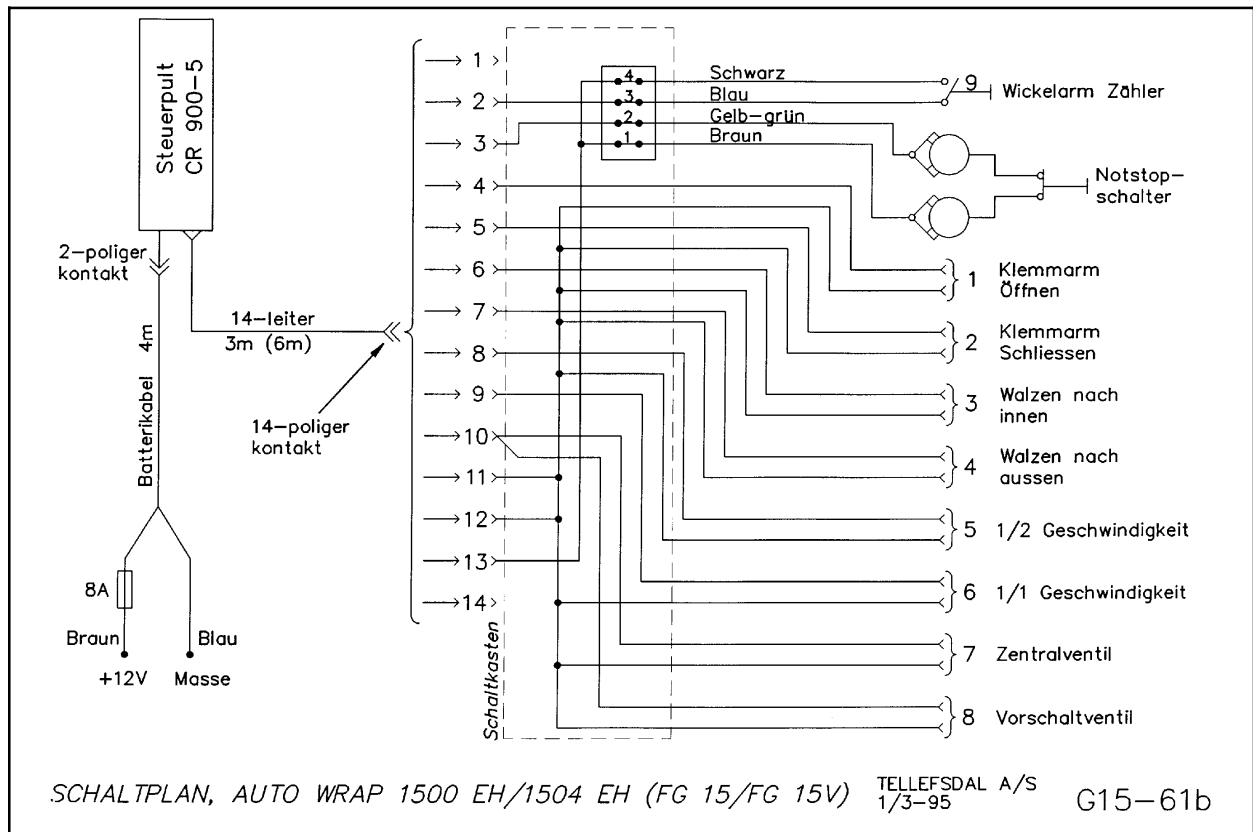

Bild 13-1
Die elektrische Anlage besteht aus: Steuereinheit mit leitungsgebundener Fernbedienung, 14-adriger Steuerleitung mit jeweils einem Stecker an jedem Ende, mehreren Verteilern, die zu den jeweiligen Magnetventilen laufen, und mehreren Schaltern, die sich an der Maschine befinden. (Abb.13-1).
13.1.3 STROMVERTEILUNG. (Siehe Bild 13-1).